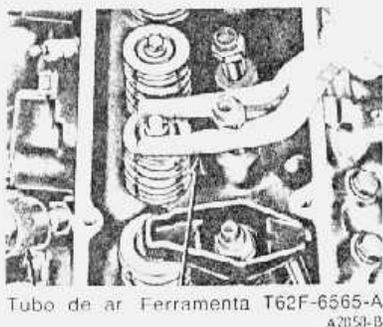

fig. 14 — remoção ou instalação do vedador de óleo da haste da válvula
5. Retirar e inutilizar o vedador de óleo (fig. 14).
3. Instalar um vedador novo (fig. 14). Posicionar a mola e instalar o prato da mola e a luva. Comprimir a mola e instalar as chavetas. Retirar a ferramenta compressora da mola e a porca.